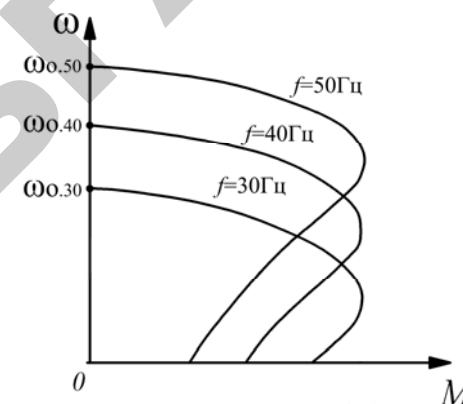

Рис. 8.1. Вид механических характеристик асинхронного электродвигателя при регулировании скорости вращения частотой тока при $U/f = \text{const}$
• к пункту 5 плана занятия. Построить механические характеристики при частотном регулировании скорости асинхронного электродвигателя для случая $\alpha = 0$ на одном графике с естественной характеристикой. Размер рисунка для графиков – не менее 150×150 мм. Примерный вид механических характеристик электродвигателя при регулировании скорости частотой тока приведен на рис. 8.1.